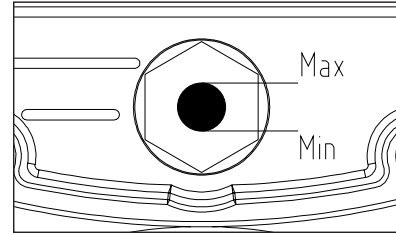

Рис. 3
- 6.7 Замените при необходимости транспортную пластиковую пробку на крышке картера сапуном, если он не был установлен. Проверьте уровень масла по меткам на окне маслоуказателя картера (Рис. 3), уровень масла должен быть не ниже среднего положения в контрольном окне картера.
трольном окне картера (Рис. 3). При необходимости доливайте масло (марка масла должна соответствовать марке масла, залитого в компрессор). После первых 50 часов работы или при изменении цвета масла (побеление – присутствие воды, потемнение – сильный перегрев) рекомендуется заменить его. Для замены масла нужно отвинтить сливную пробку на крышке картера, слить все масло из картера и вновь закрутить пробку. Не допускайте утечек масла из соединений и попадания масла на наружные поверхности компрессора.